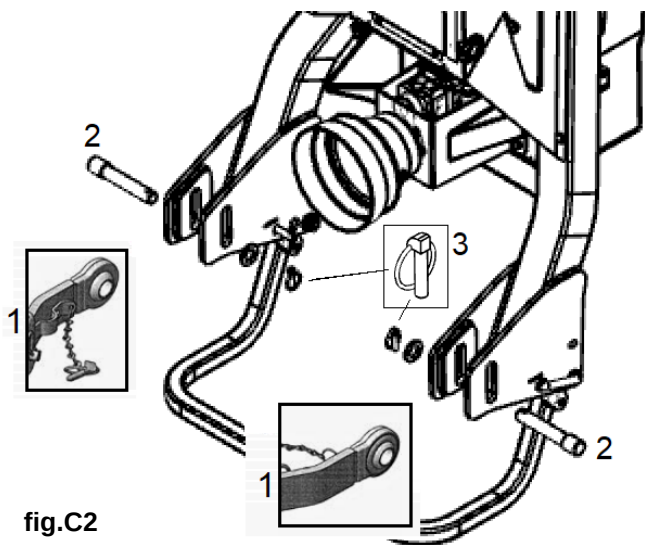

fig.C2
**Fig.C2** - A seconda del tipo di bracci (1), i perni (2) possono essere agganciati oppure inseriti nei rispettivi alloggiamenti. Nel secondo caso, i perni vengono assicurati con rondelle e spine di sicurezza (3).
**Fig.C2** - Depending on the type of arms (1), the pins (2) can be attached or inserted into their respective housings. In the second case, the pins are secured with washers and safety pins (3).